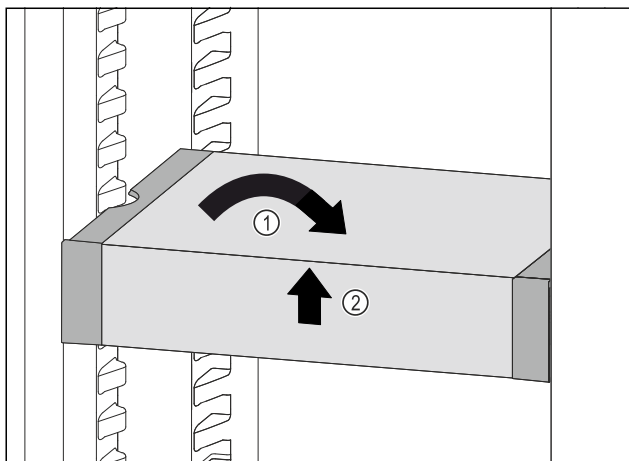

Fig. 229
- Remettre le VarioSafe droit. Fig. 229 (1)
- Soulever la partie avant du VarioSafe. Fig. 229 (2)